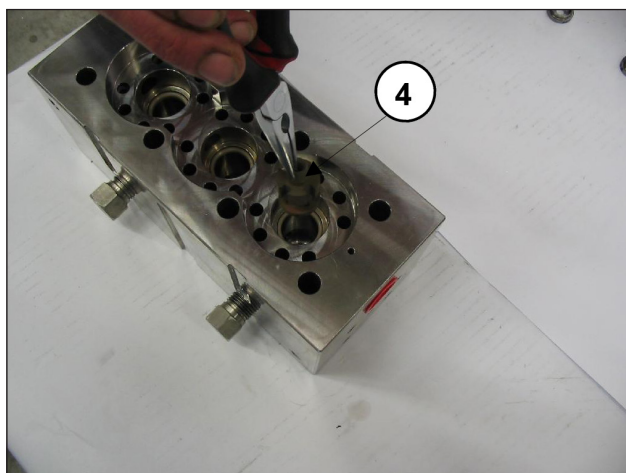
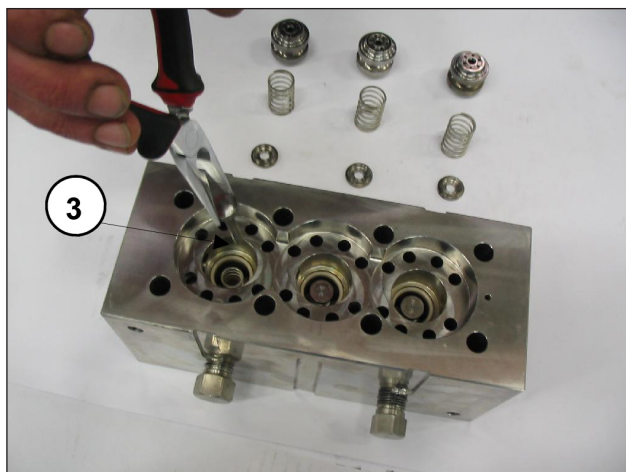

图44
图45
- 抽出输送板③及各自的导块④和相应弹簧，如图44和图45所示，并检查它们的磨损状况，如有必要则进行更换，不过也须按照《使用和保养手册》第11章的“预防性保养”表中标出的时间间隔进行更换。